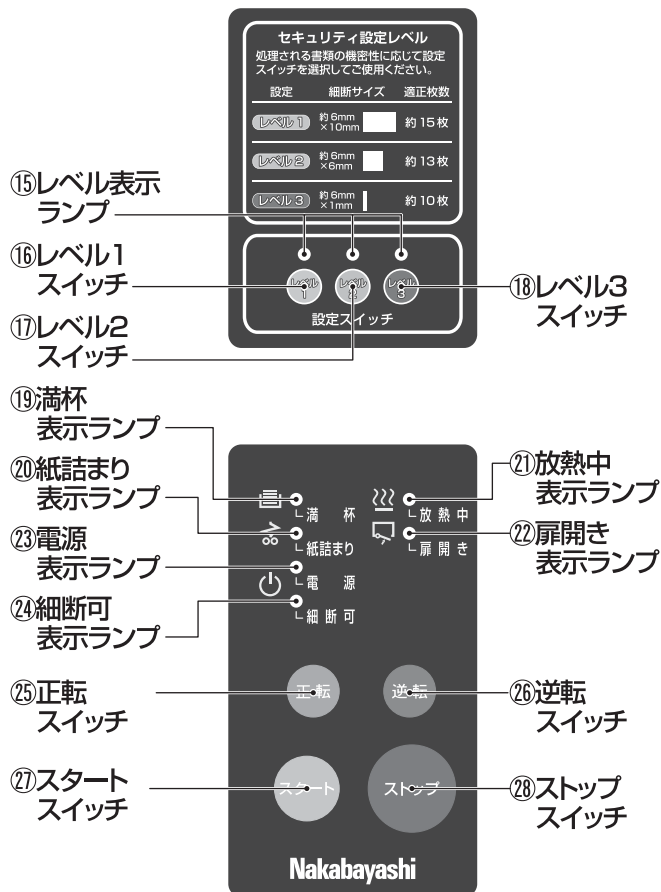

図2 操作パネル拡大図
…シュレツダを操作するスイッチ類があります。図2 参照
2. 扉⑧を閉めてください。
3. スタートスイッチ⑦を押して、電源表示ランプ⑲と細断可表示ランプ⑳の点灯を確認してください。P7 図2 参照